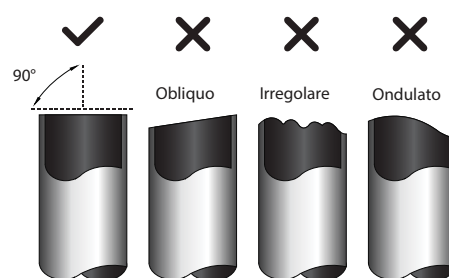

Fig. 7.4
- Verificare che il tubo sia tagliato con un'angolazione esatta di 90°. Fare riferimento agli esempi di taglio non corretto riportati nella Fig. 7.4